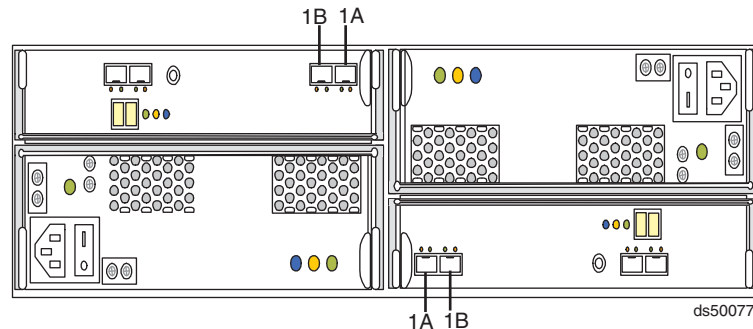

図 48. EXP5000 ポート・ラベル
- DS5100 または DS5300 コントローラー・ドライブ・ポートは、常に、1B のラベルが付けられた EXP5000 ポートに接続するようにします。左側と右側の EXP5000 ESM (ESM A および B) は、異なる方向で ESM ベイに挿入されているので、ファイバー・チャンネル接続を行う前に 1B のラベルが付けられたポートを探す必要があります。図 48 は、EXP5000 上のポート・ラベルを示しています。